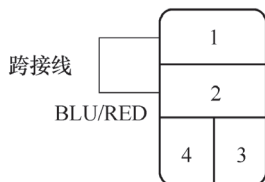
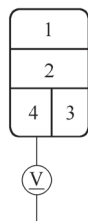

图 5-132 用跨接线连接压缩机离合器 4P 插座的 1、2 号端子
图 5-133 测量压缩机离合器 4P 插座的 N4 号端子和车身搭铁之间的电压
5) 如图 5-132 所示，用跨接线把压缩机离合器 4P 插座的 1 号端子和 2 号端子连起来，查听压缩机离合器有无“咔哒”声。如果没有，转到步骤 14)；如果有，进行下一步检查。
7) 将点火开关置于 ON (II) 位置。
8) 如图 5-133 所示，测量压缩机离合器 4P 插座的 N4 号端子和车身搭铁之间的电压，检查是否为蓄电池电压。如果不是，维修仪表板下熔